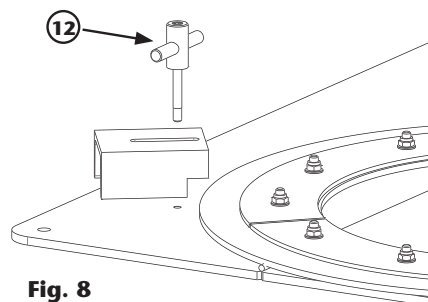

Fig. 8
3. Si el equipo incluye la chapa base sitúe las fijaciones de bidón y atorníllelas a la base (12) (fig. 8).